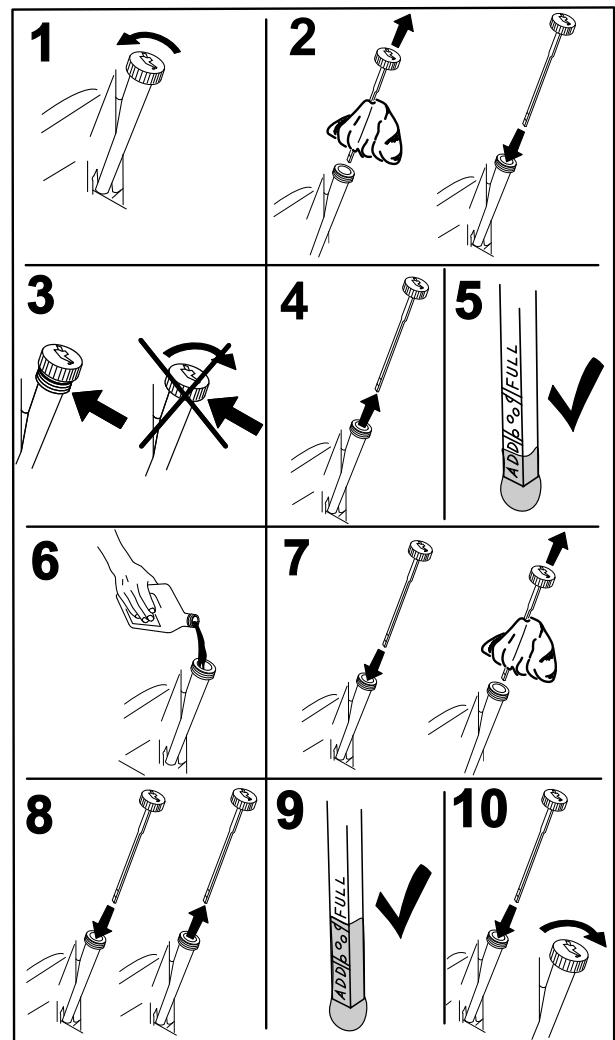

Figure 46
2. Avant de quitter la position de conduite, coupez le moteur, enlevez la clé de contact et attendez l'arrêt de toutes les pièces mobiles (Figure 46).